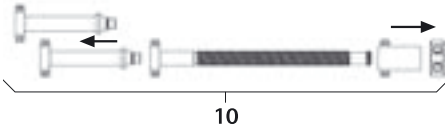

Fig. 5
- Desmontar el distractor de husillo 10, ver Fig. 5.